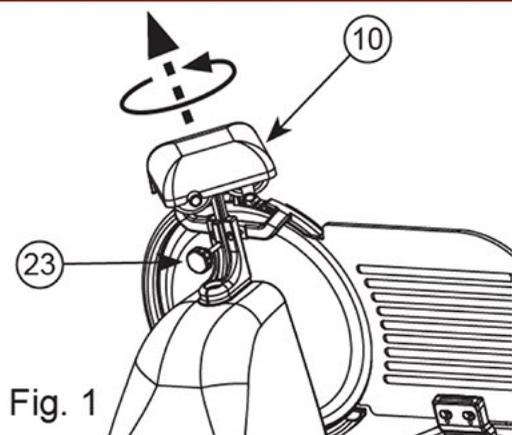

Fig. 1
- Check that the movable bulkhead (2) is closed (graduated knob (6) in position "0").
- Loosen the locking knob (23) of the sharpener group (10).
- Raise the sharpener group (10), turning it by 180° (see Fig.1) so that both wheels are in working position (see Fig.2).
- Lower the sharpener group (10) until it locks pressing the button 27 to prevent the contact between the blade and the grinding wheel.
- Secure the group by turning the locking knob (23).
- After sharpening, move the sharpener group (10) back to its original position, clean the edge of the blade with alcohol.
- Accertarsi che la paratia mobile (2) sia chiusa (manopola graduata in posizione "0").
- Allentare il pomolo di blocco (23) del gruppo affilatoio.
- Sollevare il gruppo affilatoio (10) in modo da ruotarlo di 180° (vedi Fig.1) per presentare le due mole in posizione di lavoro (vedi Fig.2).
- Assicurare il gruppo ruotando il pomolo di blocco (23).
- Azionare l'interruttore (5). Lasciare girare la lama per circa 1 minuto.
- Accertata la presenza di questa bava, azionare l'interruttore (5) e premere leggermente il bottone 26 per circa 3 secondi in modo da asportare la bava prodotta durante l'affilatura (in questa fase tenere premuto il bottone 27 per evitare un'ulteriore affilatura).
- Effettuata l'affilatura riportare il gruppo affilatoio (10) nella sua posizione di riposo, pulire il filo della lama con alcool.